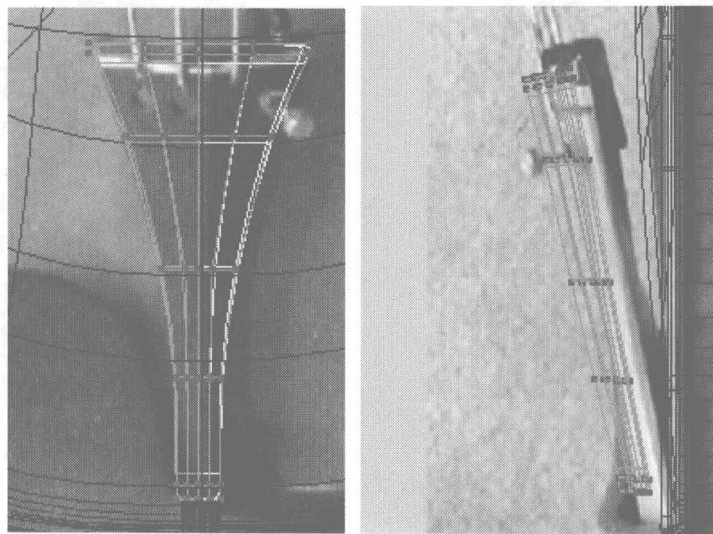
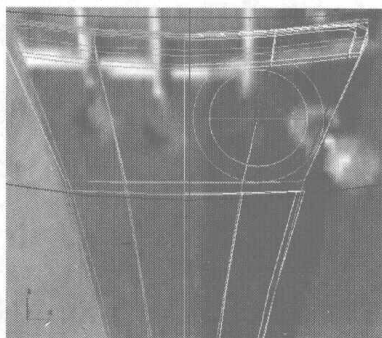

图 5.403
图 5.404
- 05 打开细分，调整模型上的点到如图 5.403 所示的位置。选择如图 5.404 所示的曲线，单击 **Connect** 右边的小按钮